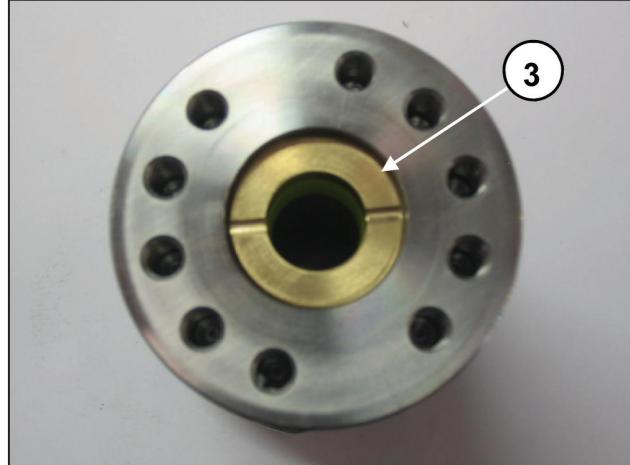
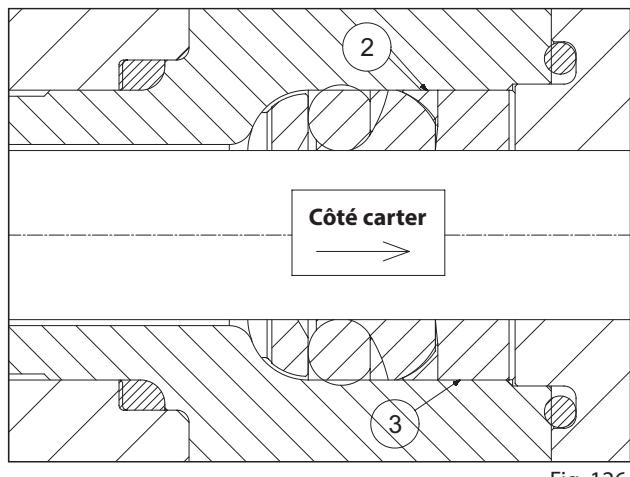

Fig. 125
Fig. 126
- Introduire la bague anti-extrusion ② et la douille pour joints ③, en les positionnant comme le montrent les Fig. 124, Fig. 125, Fig. 126.
Introduire la douille pour joints ③ dans le support avec les orifices d'évacuation tournés vers l'extérieur (côté carter) comme le montrent les Fig. 125 et Fig. 126.